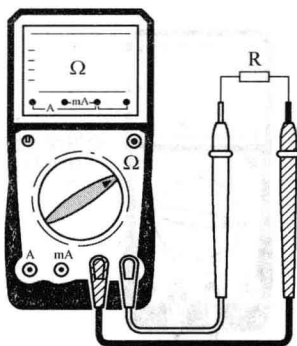

图 1-10 电阻测量
- 2) 根据电阻的大小选择适当的电阻测量量程, 如图 1-10 所示。